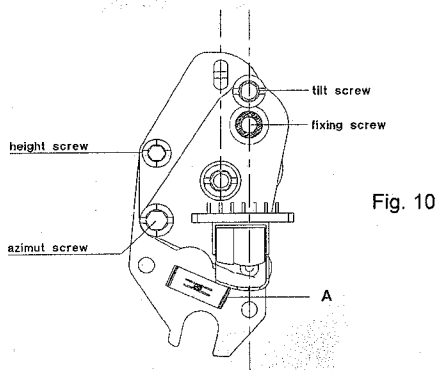

Fig. 10
Die Befestigungsschraube (A)(Fig.10) und den Stecker abziehen. Die Montageschraube B lösen und den Kombikopf austauschen. Beim Einbau die neue beige packte Befestigungsfeder verwenden.